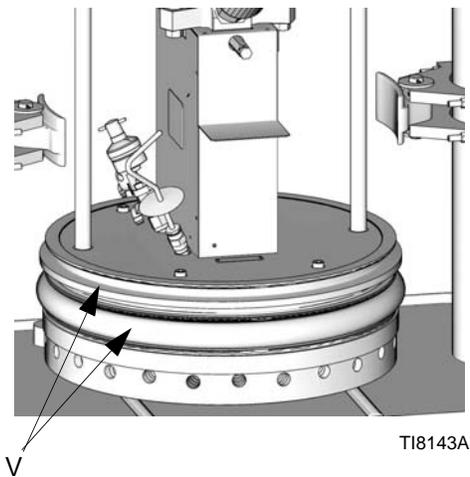

Fig. 22: Frotadores
1. Para reemplazar un frotador desgastado o dañado (V) alce el plato del 'ram' para sacarlo del bidón. Asegúrese de respetar todas las precauciones y advertencias. Lleve a cabo los pasos 1 a 7 del procedimiento **Cambio del bidón** de la página 36. Vea el manual de instrucciones 309196 para obtener instrucciones sobre el reemplazo de los frotadores en Te. Vea FIG. 22: